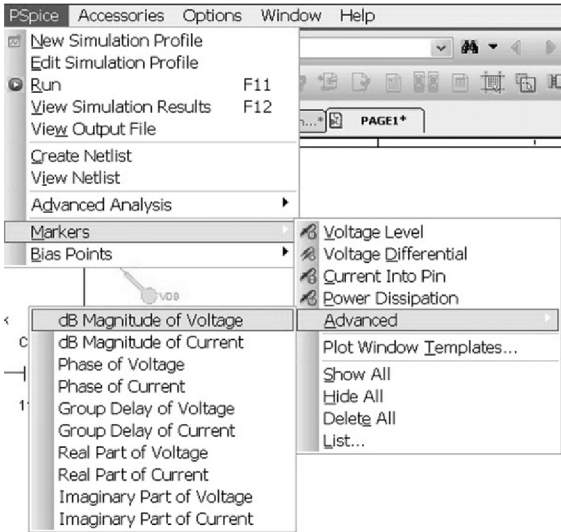

图 4.8 添加 dB 分贝电压探针
3. V_{dB} 电压探针能够自动计算输出电压的分贝值。如图 4.8 所示，通过选择菜单 **PSpice > Markers > Advanced > dB Magnitude of Voltage** 放置分贝电压探针。